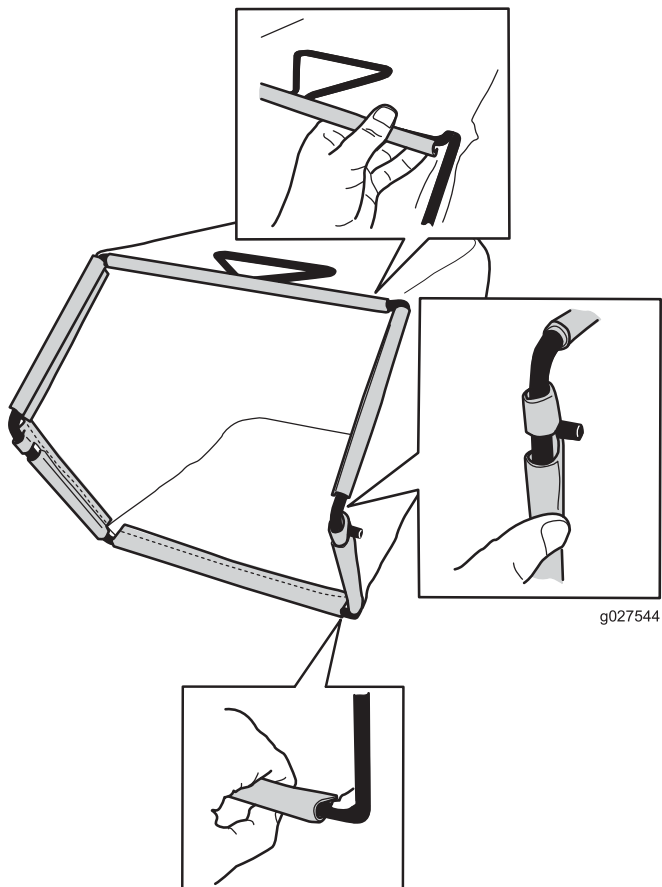

Figure 8
- 3. Accrochez la glissière supérieure et les glissières latérales du bac au sommet et sur les côté de l'armature respectivement (Figure 8).
- 2. Accrochez la glissière inférieure du bac au bas de l'armature (Figure 8).